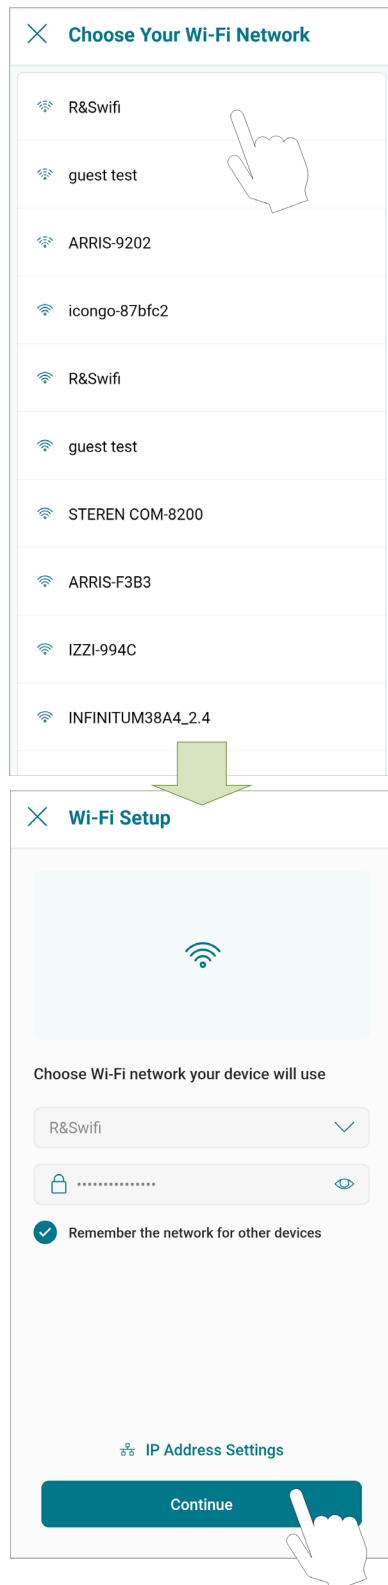

Figure 86. Configuration Wi-Fi
5. L'écran Configuration Wi-Fi (Wi-Fi Setup) s'affiche. Sélectionnez ou entrez le réseau Wi-Fi auquel vous souhaitez connecter votre appareil et saisissez le mot de passe réseau, voir **Figure 86**.